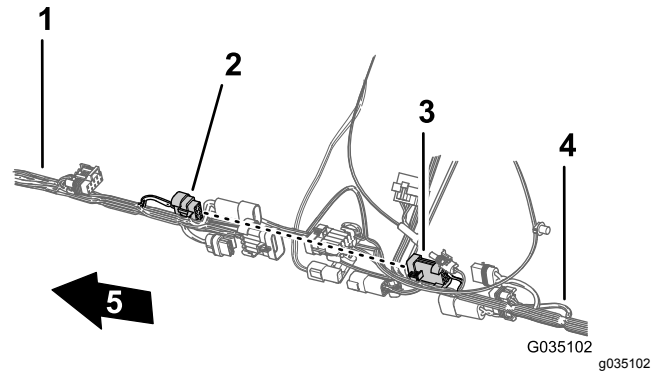

图 88
3. 把用于打药车线束互连的前线束 8 针接头连接至用于喷洒率开关的后线束 8 插槽接头图 88。